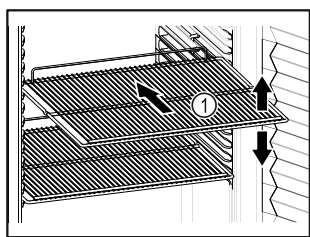

Fig. 40 Beispielhafte Darstellung
- ❑ Wenn Ablageflächen Fig. 40 (1) versetzbar sind, Ablageflächen je nach Höhe anpassen.